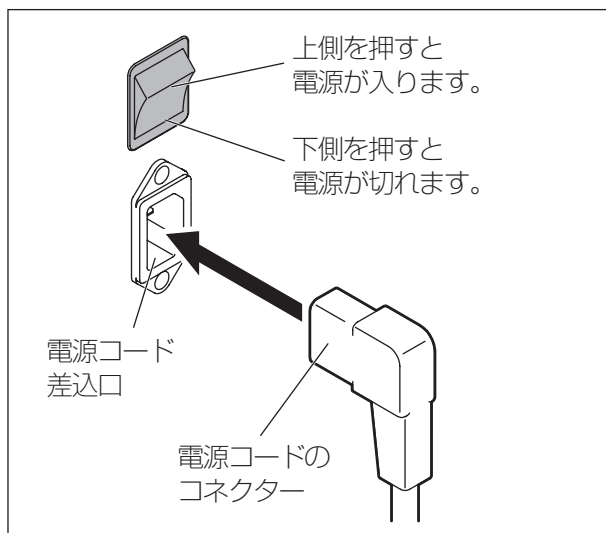

図3 電源スイッチ、差込口 拡大図
…このスイッチの上側を押すと電源が入ります。逆に下側を押すと電源が切れます。 図3 参照
…電源コードのコネクターを差し込むところです。 図3 参照
3. 電源コードのコネクタを電源コード差込口に根元まで確実に差し込んでください。 P6 図3 電源スイッチ、差込口 拡大図
1. 本体背面の電源スイッチの上側を押してください。 P7 図3 参照